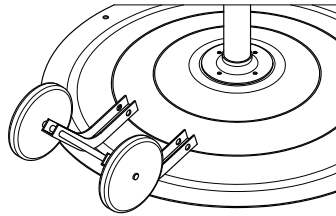

Figure 1 — Disposition des supports
1. Au bout de l'axe, enfoncer fermement un (1) embout borgne à l'aide d'un maillet en caoutchouc. Enfiler une (1) rondelle, une (1) roulette, une (1) rondelle puis un (1) support de fixation sur l'axe.
2. De l'autre côté de l'axe, enfiler un (1) support de fixation, une (1) rondelle, une (1) roulette puis une (1) rondelle.
4. Basculer le pied en le soulevant par le côté moteur et poser le ventilateur face vers le bas sur une surface plane. Déposer tous les disques insérés en desserrant les quatre (4) écrous de 1/4 po-20, comme il se doit.
6. Arranger l'ensemble comme sur la Figure 1, avec les supports à plat sur le socle. Marquer l'emplacement de perçage des quatre (4) trous.